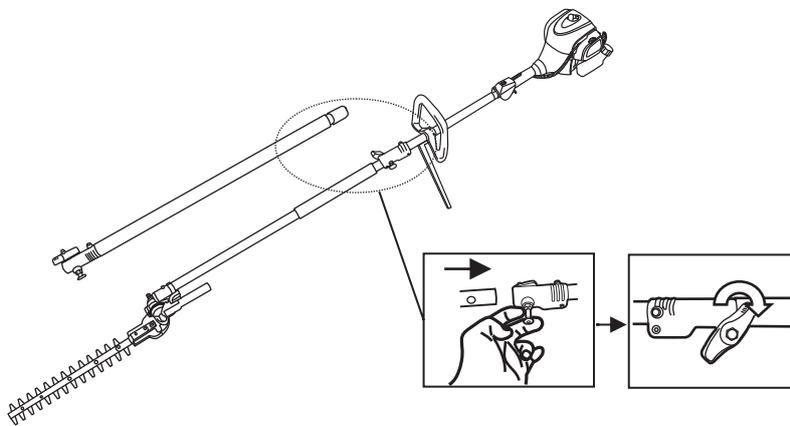

Fig. 8
- Monter l'extension de perche sur l'arbre supérieur si nécessaire, puis installer l'arbre de taille-haie sur l'extension de perche. (voir Fig. 8)